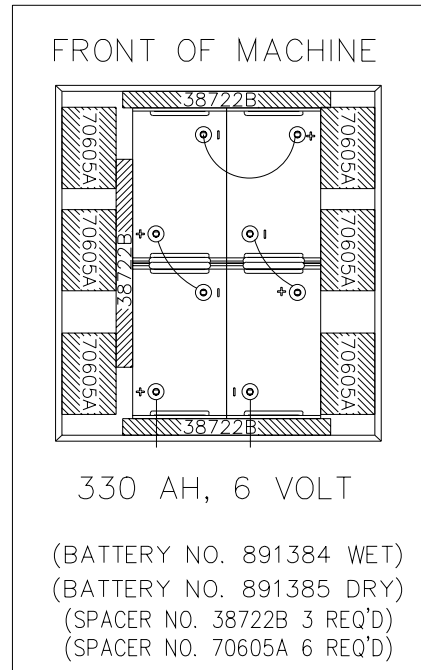

Figura 6a
6. Sitúe las baterías en el depósito de solución, como se indica en las figura 6a o 6b.
7. Conecte los cables de las baterías entre baterías, e instale el montaje del cable largo de la batería tal y como se indica. Consulte las figura 6a o 6b.